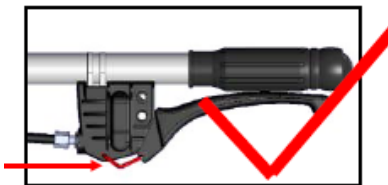

FIGURA 2
4. Quando o operador se familiarizar com a máquina, ao trabalhar e caminhar, sugerimos travar o guidão da embreagem com uma trava (consulte a figura 2) para evitar viagens incompletas na manopla e reduzir danos ao disco de fricção, prolongando a vida útil da embreagem.